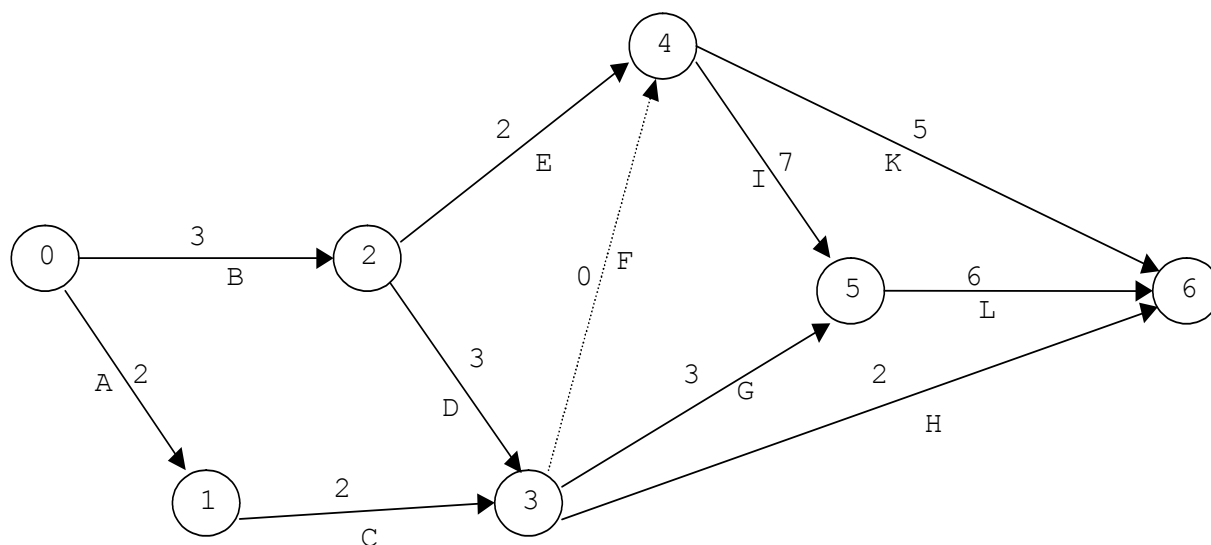

Рис. 2.7
**Пример 2.3.** Рассмотрим сетевую модель, показанную на рис. 2.7, с исходным событием 0 и завершающим событием 6. Оценки времени, необходимого для выполнения каждой операции и обозначения операций, даны у стрелок.